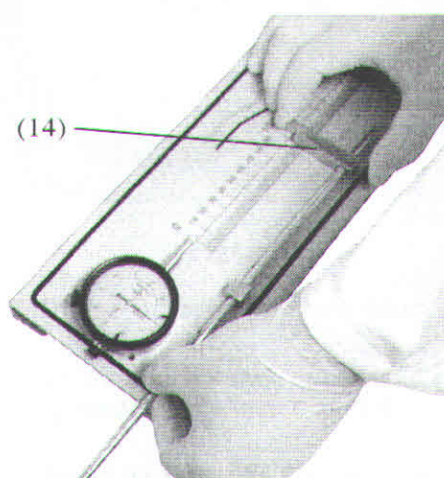

Figura 3
• Passe o corpo de prova pelo guia e coloque o batente móvel fim de curso (14), sem fixá-lo - **Figura 3.**